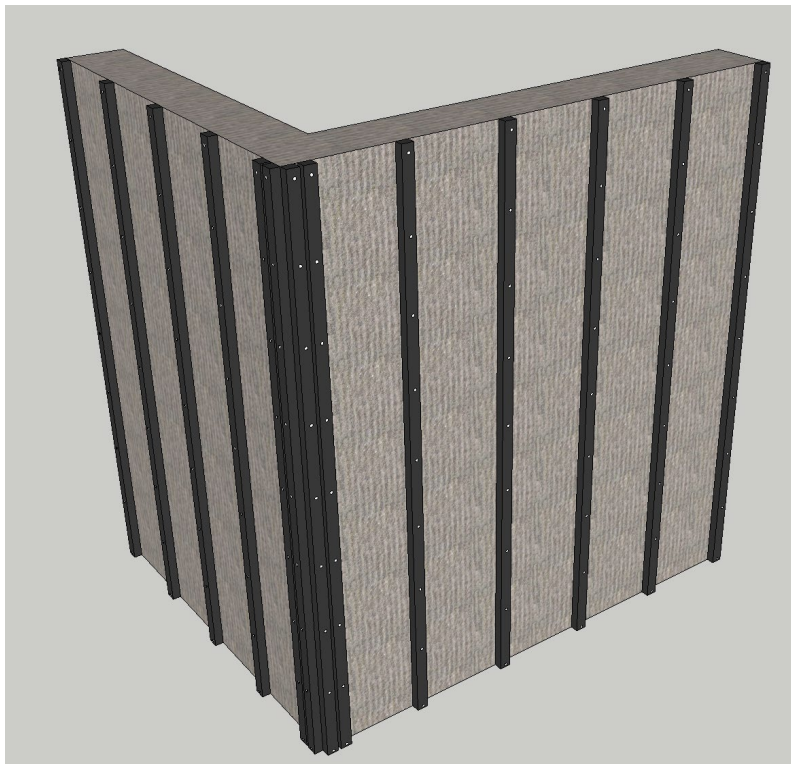

Abbildung 1
- Befestigen Sie die Unterkonstruktion wie in Abbildung 1 gezeigt in einem Abstand von maximal 50 cm.
- Befestigen Sie die Fassadenprofile gemäß Abbildung 1.